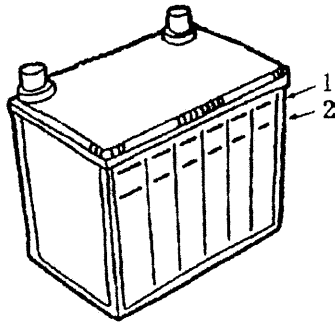

Fig. 20
- Revisa cada célula de la batería para revisar que el nivel de electrolito dentro de los niveles indicados. (Figure 20)